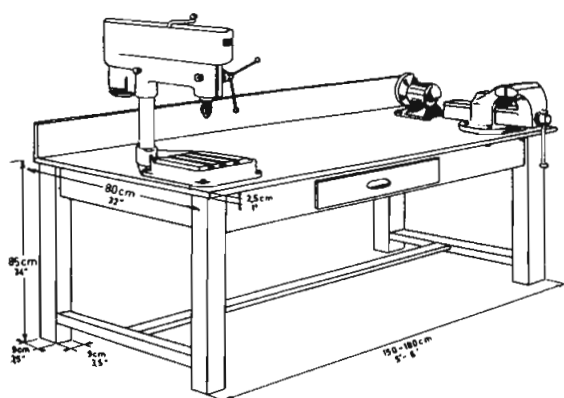

fig. 2
D. De mechanische werktafel wordt vrij van de muren en andere tafels opgesteld, om het doordringen van trillingen en lawaai zoveel mogelijk tegen te gaan. Op de tafel zijn een bankschroef, een boormachine en een kleine slijpmachine gemonteerd, (fig. 2).